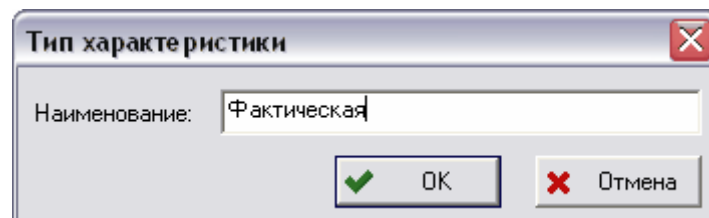

Рис. 89 Тип характеристики
3. В диалоговом окне **Типы характеристик** введите наименование (Рис. 89).